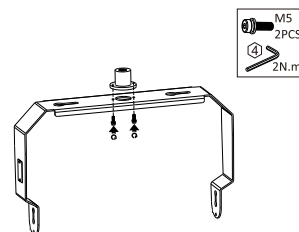

Fig. 33
3. Fixer le montage suspendu au support multi-montage à l'aide des vis fournies (Fig. 33).